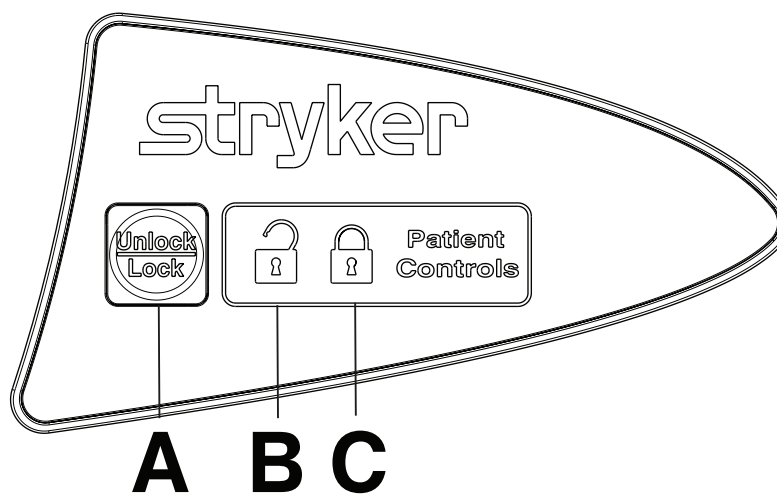

Figure 15 – Verrouillage du panneau de commande du patient
Pour verrouiller le panneau de commande du patient de la barrière, appuyer une fois sur **Unlock/Lock** (Déverrouiller/Verrouiller) (A) (Figure 15).